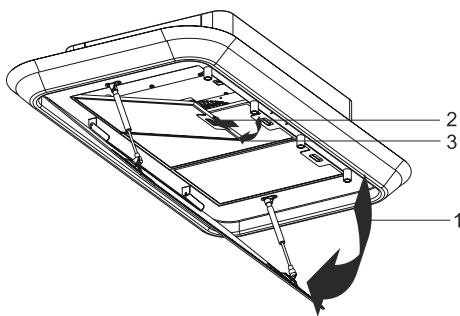

Abb. 39: Entfernen des Metallfettfilters
1. Öffnen Sie den Seitenabzugsglas (Abb. 39/1).
3. Öffnen Sie die Verriegelung der Metallfettfilter (Abb. 39/2) und schützen Sie mit Ihrer anderen Hand den Aluminium Metallfilter gegen Sturz.
4. Neigen Sie den Metallfettfilter nach vorne und nehmen Sie es ab (Abb. 39/3).